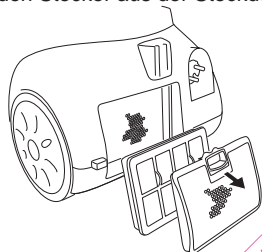

Abbildung 13 Entfernung des Ausblasfilters
2. Öffnen Sie den Deckel des Ausblasfilters durch Ziehen an der Deckellasche. Ziehen Sie den Ausblasfilter aus dem Gerät heraus, siehe Abbildung 13.